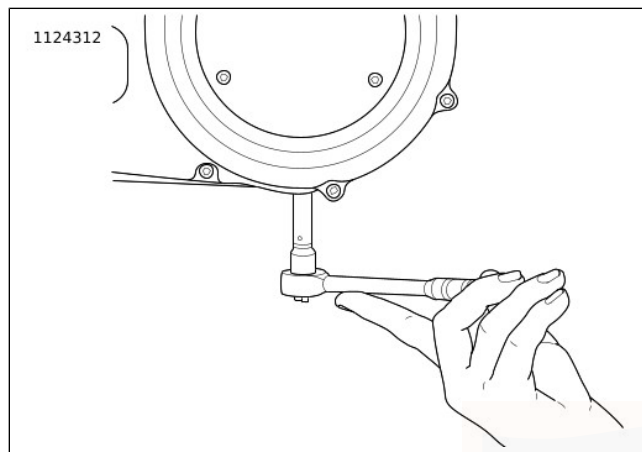

Figura 51. Rimozione/installazione del tappo di scarico del carter della catena
3. Vedere Figura 51. Scaricare l'olio del carter della catena della trasmissione primaria.